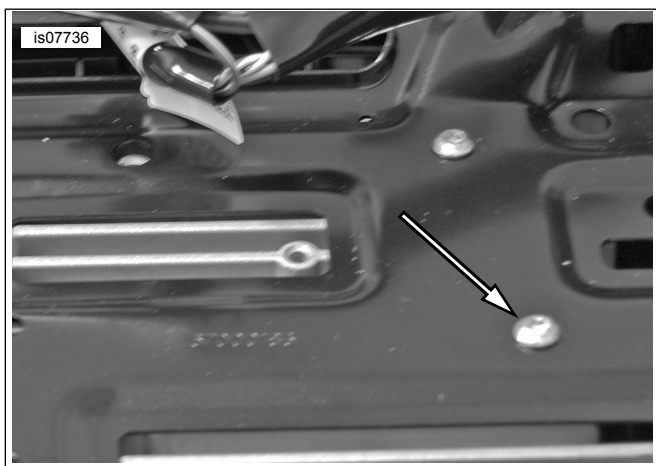

Figura 4. Șuruburile suportului radio
5. Consultați Figura 4 . Scoateți și păstrați cele patru șuruburi de legătură între suport și radio.